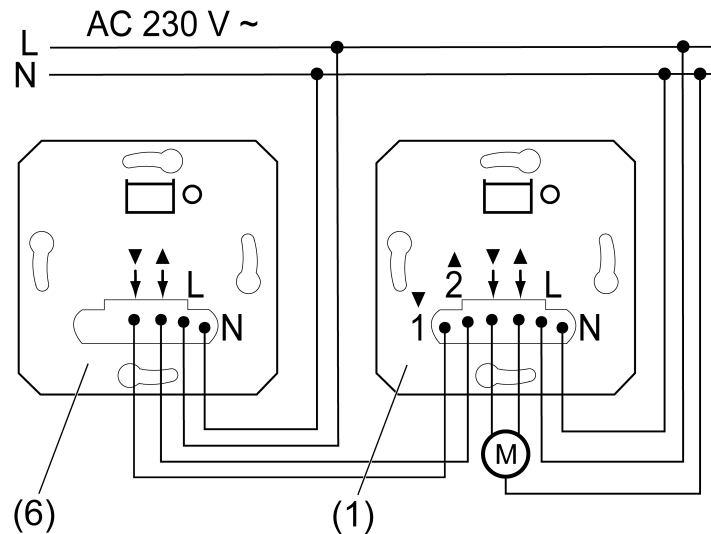

Bild 2: Einsatz mit Nebenstelle
- Jalousie-Einsatz (1) zur Vor-Ort-Bedienung. Optional: Anschluss einer Nebenstelle (6) (Bild 2). Als Nebenstelle kann anstatt des Jalousie-Einsatzes auch ein mechanischer Jalousietaster oder Jalousieschalter verwendet werden.